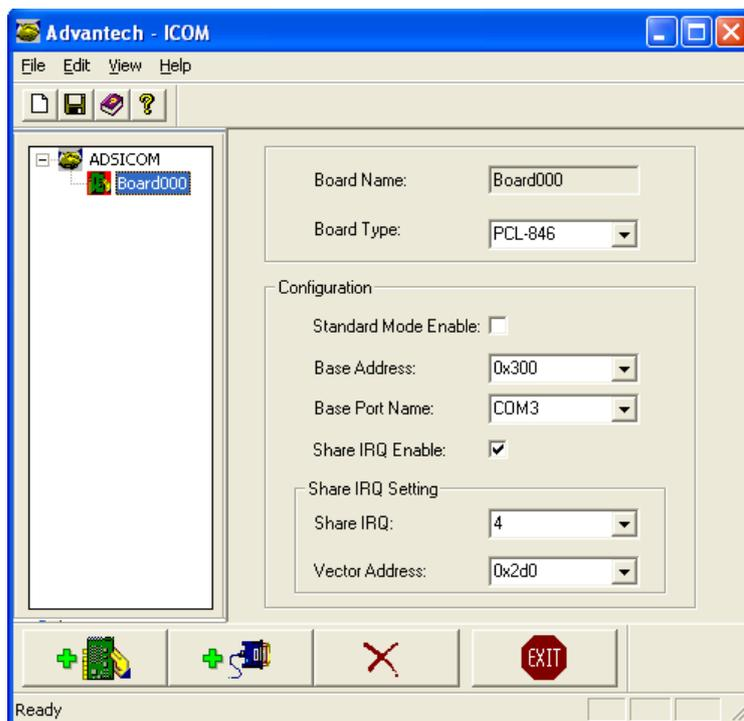

Рисунок 1 - Конфигурация платы расширителя портов
- 4) Добавьте первую плату и выполните для нее первоначальную настройку. Для этого нажмите кнопку  внизу экрана. Параметры установите в соответствии с рисунком Рисунок 1. Далее нажмите кнопку  для добавления портов;